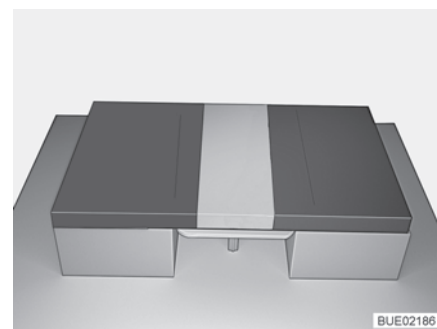

Fig. 105 Après la transformation
- Placer un coussin de dossier entre les coussins d'assise sur la table (voir Fig. 105).